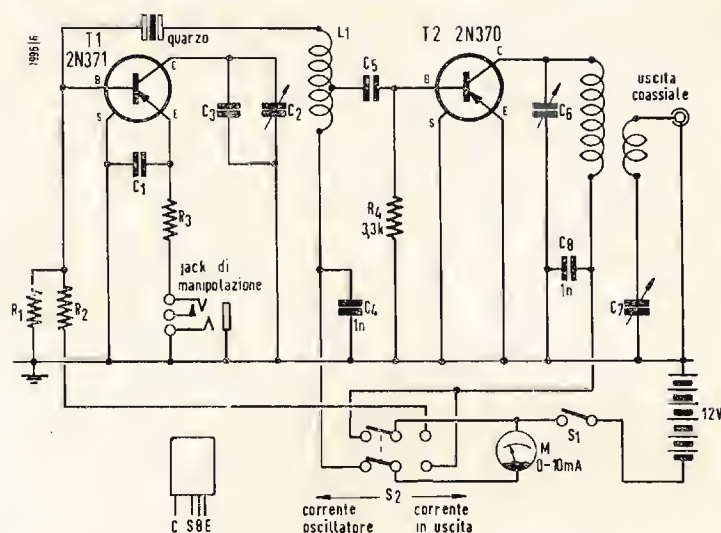

Fig. 1/0488
R. In fig. 1 riportiamo lo schema di un trasmettitore nel quale si fa uso di due transistori ed il quale può erogare una potenza di circa 100 mW nella gamma compresa fra i 21 ed 28 MHz. Esso naturalmente è di tipo portatile ed oltre ad essere utile per comunicazioni con raggio diretto, cioè per portata ottica, in particolari condizioni di propagazione può consentire dei collegamenti a lunga distanza.